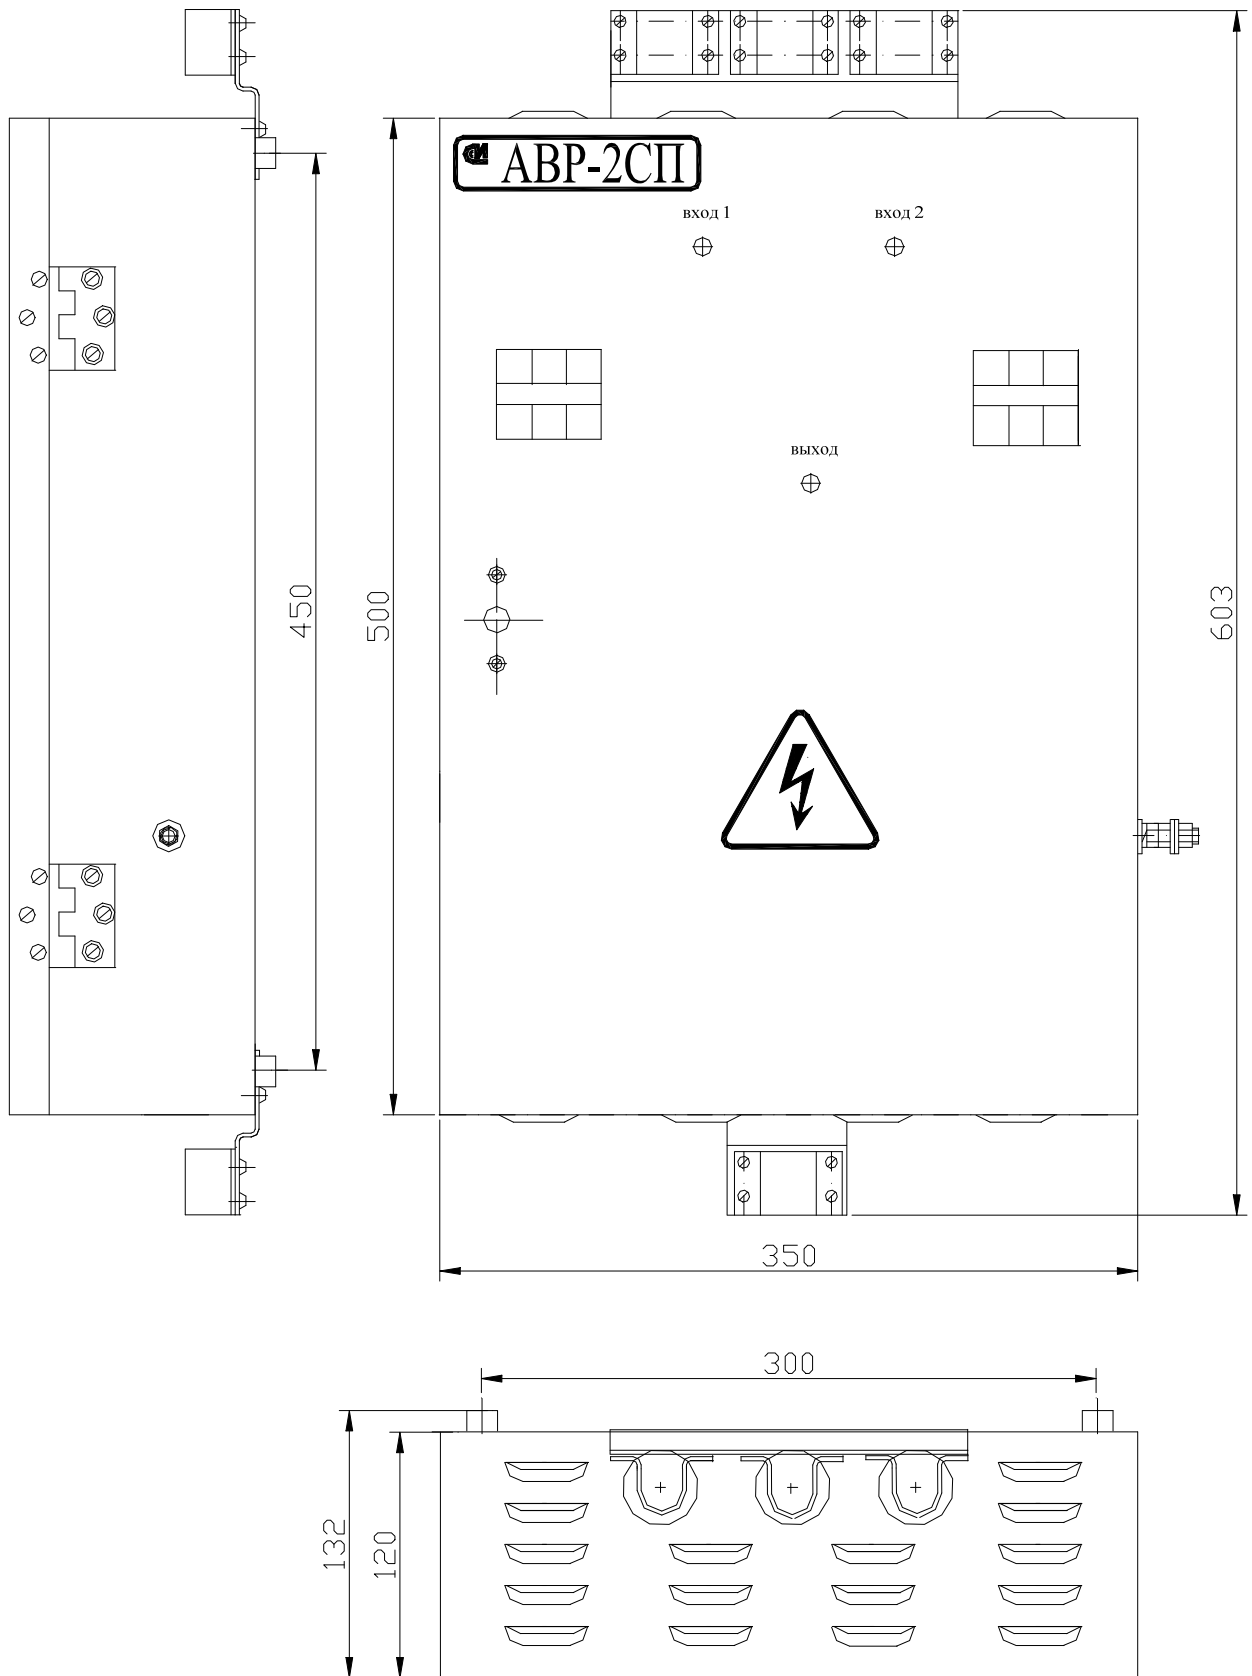

Рис. 1 Щит АВР-2СП
2.6 Габаритно-присоединительные размеры указаны на рис. 1.